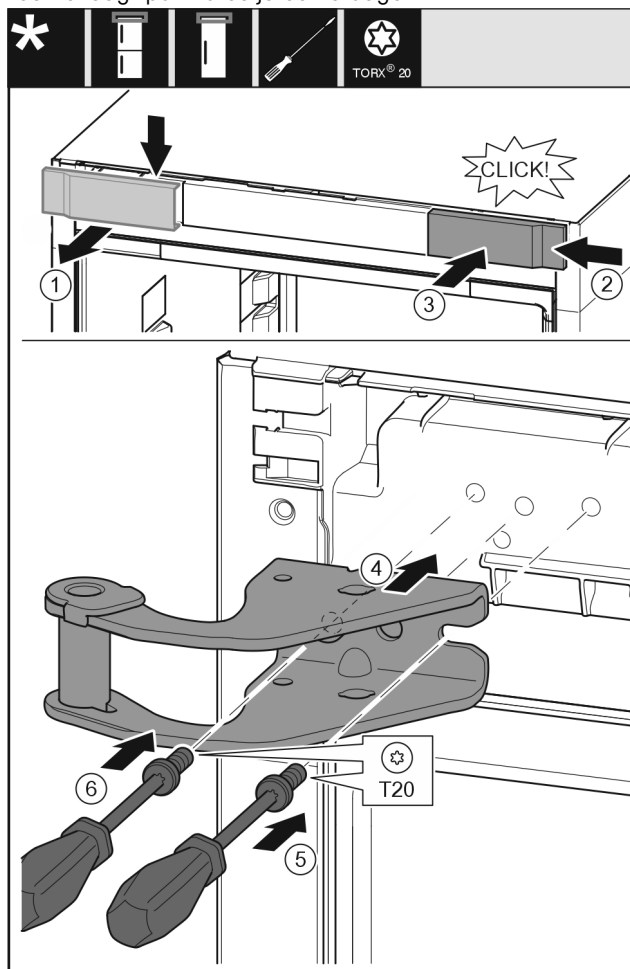

Fig. 14
- ▶ Võtke kate ülaltpoolt ettepoole ära. Fig. 14 (1)
- ▶ Haakige kate 180° pööratult teisel küljel paremalt külge. Fig. 14 (2)
- ▶ Fikseerige kate. Fig. 14 (3)
- ▶ Pange ülemine laagripukk kohale. Fig. 14 (4)
- ▶ Pange kruvi kruvikeerajaga T20 kohale ja keerake kinni. Fig. 14 (5)
- ▶ Pange kruvi kruvikeerajaga T20 sisse ja keerake kinni. Fig. 14 (6)